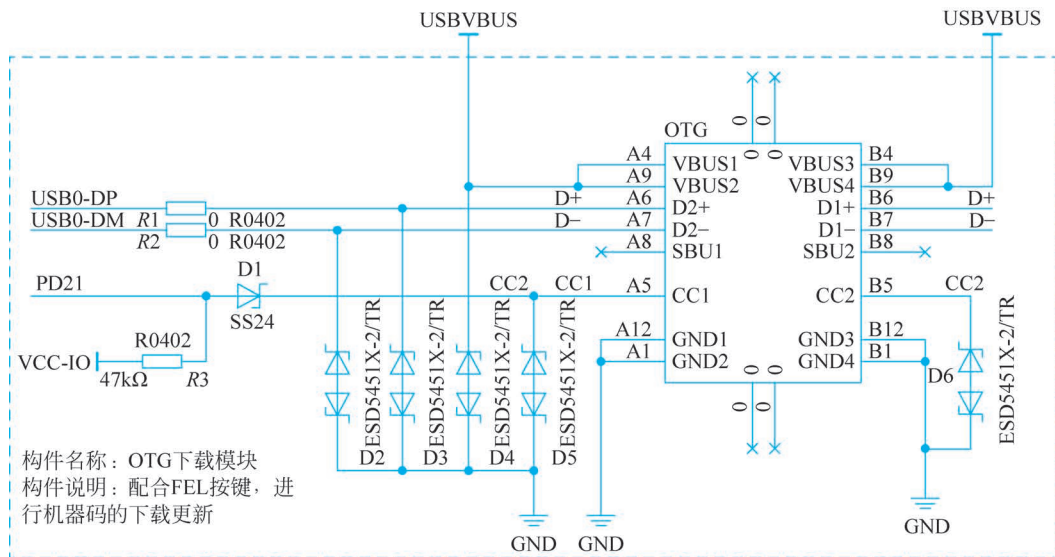
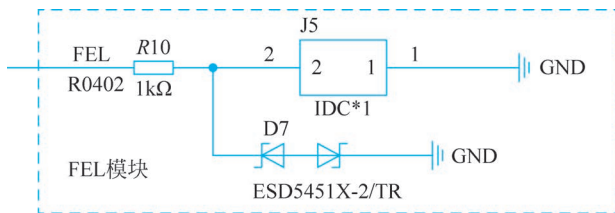

图 3-3 OTG 下载电路
图 3-4 FEL 按键电路
嵌入式软件开发与 PC 软件开发主要的不同点在于，开发 PC 程序，就地运行；而开发嵌入式软件，PC 作为工具机，嵌入式程序必须下载到嵌入式终端才能运行。程序下载电路为程序下载提供了硬件基础。程序下载有许多方式，通过 Type-C 接口进行机器码的下载，称之为 OTG^① 接口，它需要配合固件交换启动(FEL)引脚使用。当 D1-H 上电复位后，会检测 FEL 引脚的状态，若 FEL 引脚为低电平，则进入强制程序下载模式。OTG 接口亦可以为芯片供电，其电路如图 3-3 所示，FEL 电路如图 3-4 所示。